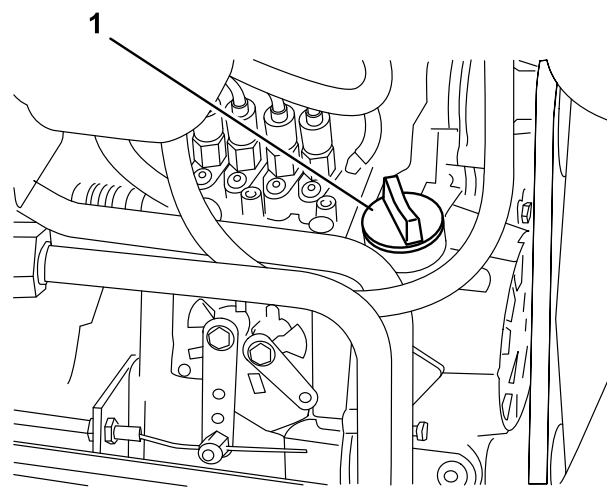

図 30
3. 不足している場合は、キャップ 図 30を取り、Full 位置までオイルを補給する。入れすぎないこと。